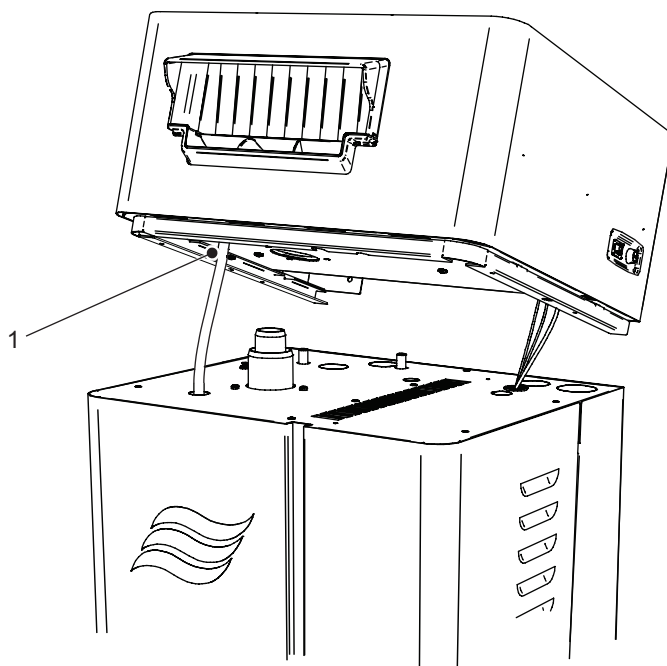

Figure 22 : Raccordement du tuyau de condensat à l'unité de ventilation
- e. Former un siphon (boucle de tuyau) avec un diamètre de 150 mm dans le tuyau de condensat $\varnothing 8/12$ mm et remplir le siphon avec l'eau. Passer le tuyau de condensat à travers l'orifice poinçonné sur le dessus de l'humidificateur– voir Figure 22 à la page 38. Raccorder tuyau de condensat sur l'orifice de condensat de l'unité de ventilation à l'aide d'un collier à ressort fourni. Vérifier que le tuyau de condensat n'est pas repliés.